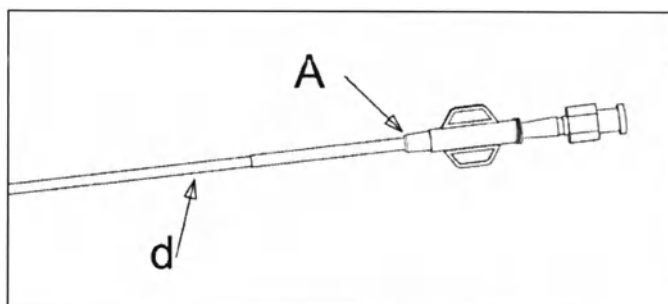

Fig. 12
- При использовании имплантационного интродьюсера (IS) (макс. длина = 90 см) с гемостатическим клапаном вставьте переходник (A) в имплантационный интродьюсер (IS) и извлеките расширитель (d) (рис. 12 и 13).